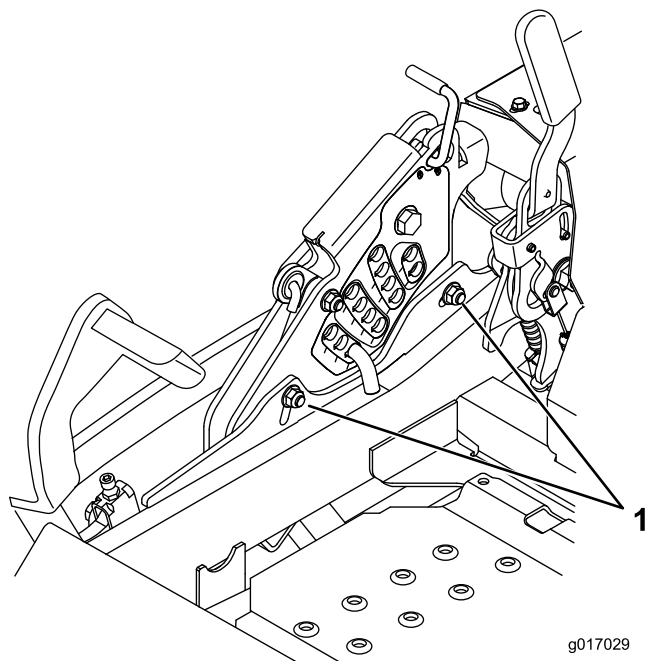

Figura 94
12. Si los acoplamientos de la carcasa delantera no tienen holgura suficiente para lograr la altura de corte precisa, afloje los 2 pernos situados cerca del borde inferior de la pletina de altura de corte para un ajuste de un solo punto (Figura 94).
14. Apriete los 2 pernos en el borde inferior de la pletina de altura de corte (Figura 94).